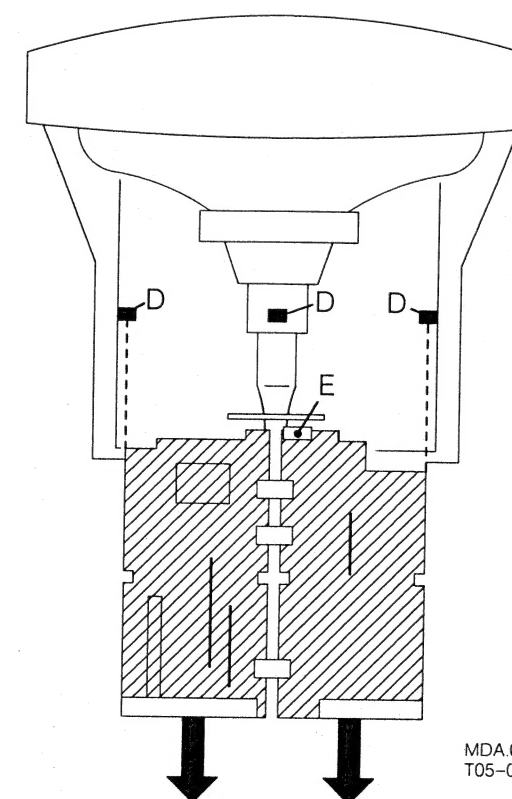

fig. 3.3
2. **Service-Position für das Messen von Testpunkten (Abb. 3.3)**
LED-Anzeige E (siehe Abb. 3.3) von der Großsignal-Schaltkarte entfernen.